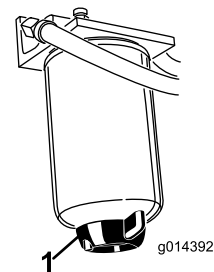

Figura 29
Retire a água ou outro tipo de contaminação do separador de água (Figura 29) diariamente. Substitua o recipiente do filtro após cada 400 horas de funcionamento.
2. Liberte o tampão de escoamento que se encontra na zona inferior do recipiente do filtro (Figura 29).